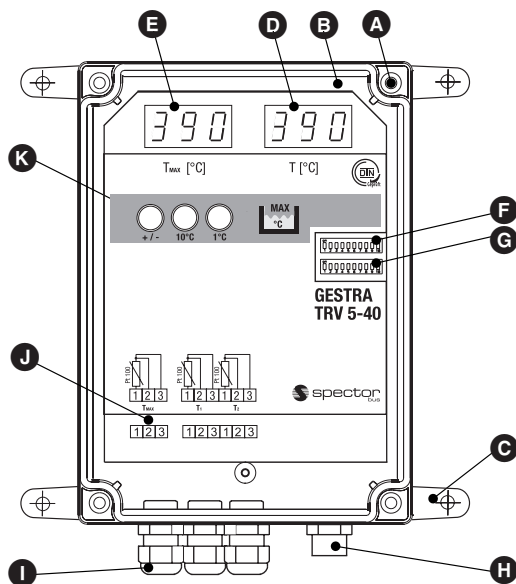

Fig. 3
Die Baudrate wird am Kodierschalter ❶ **Fig. 3** (S 8 bis 10) bei geöffnetem Gehäuse eingestellt. Werkseitig wird der Temperaturtransmitter TRV 5-40 mit der Baudrate von 250 kBit/s (Leitungslänge bis 125 m) ausgeliefert. Bei größeren Leitungslängen muss die Baudrate reduziert werden. Bei allen Bus-teilnehmern muss die gleiche Einstellung vorgenommen werden.